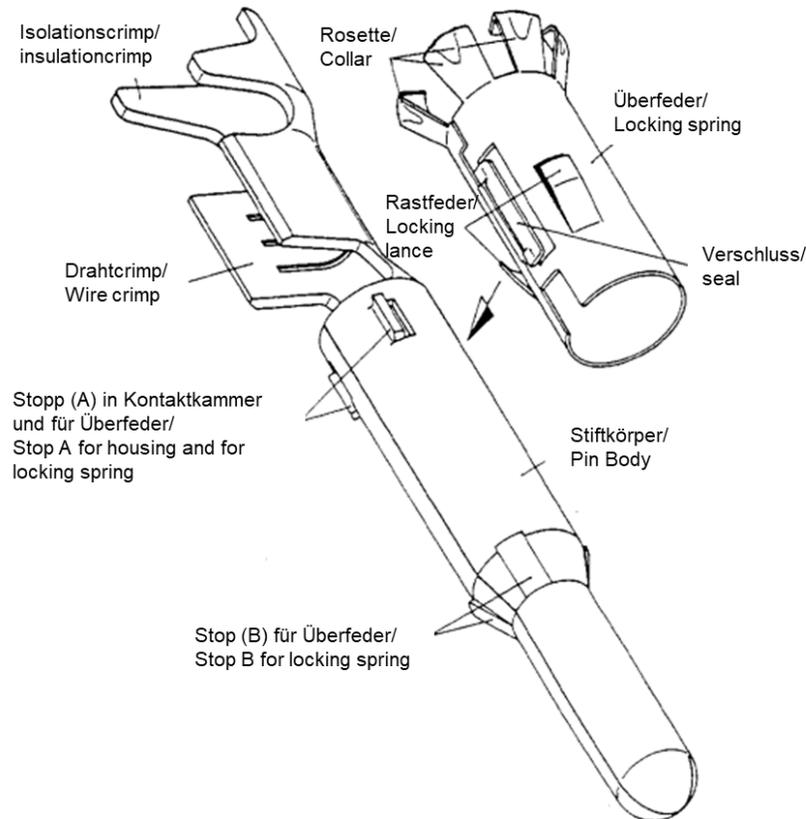

Abbildung 1 / Figure 1
3.1.1 Kontaktstift (siehe Abb. 1)
3.1.1 Pin Contact (see Fig. 1)